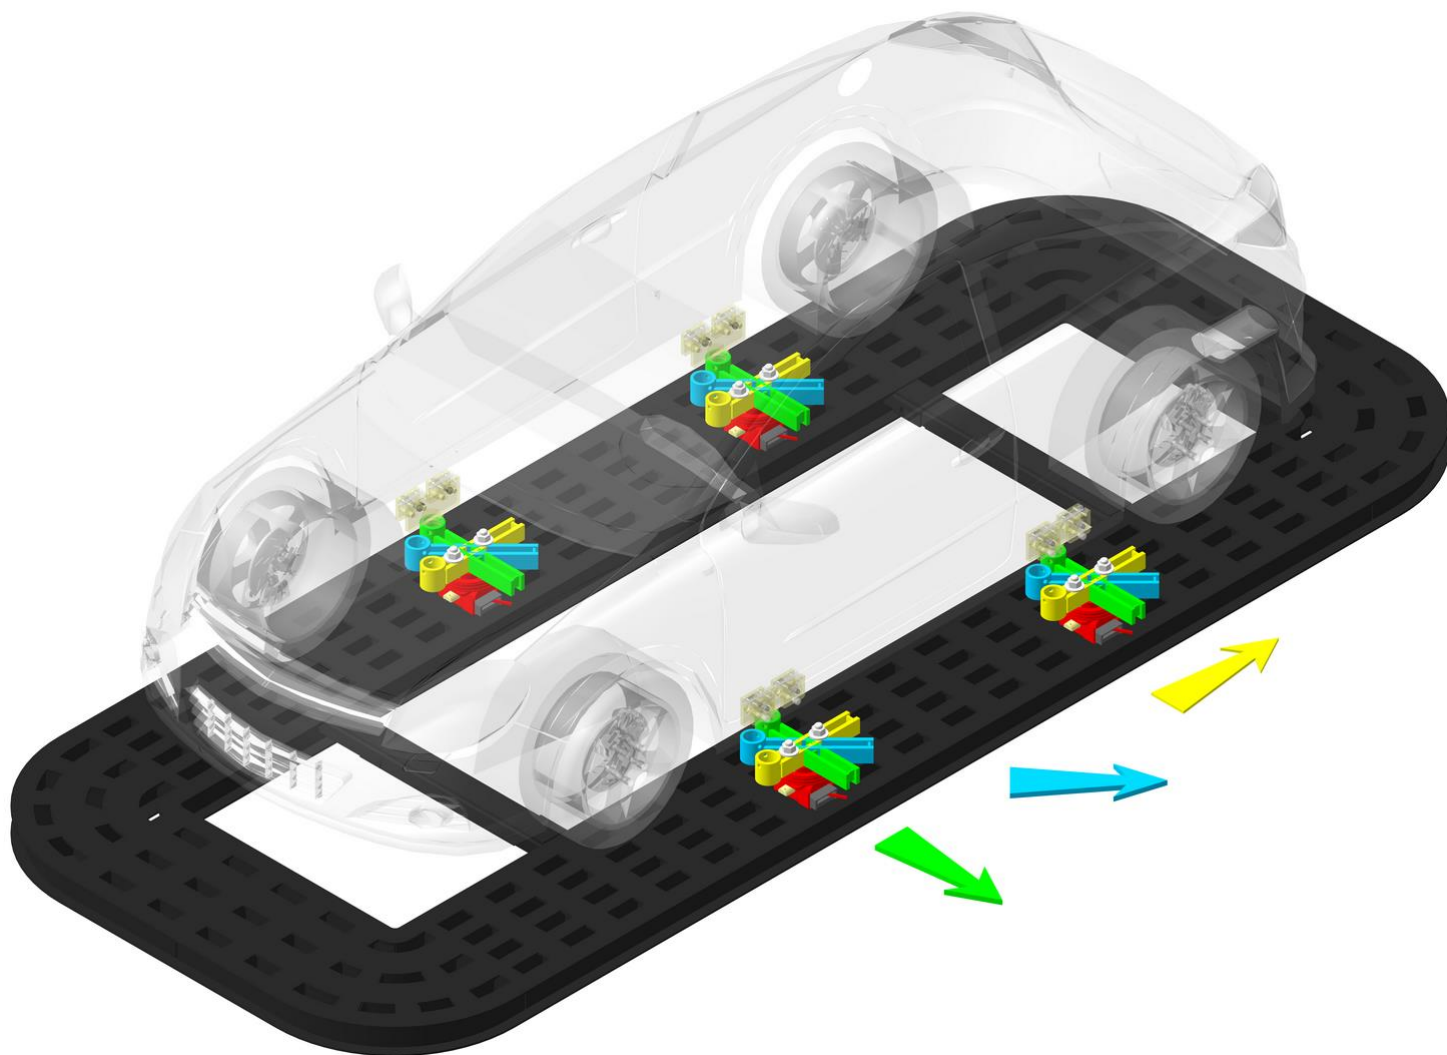

Рисунок 52
- ❖ При необходимости использования в работе максимально жёсткого крепления автомобиля (см. рисунок 52), исключайте установку элементов системы на длинных рычагах и любой возможности перемещения плеча корпуса ОПС по направлению к вектору тяги. Соблюдение этого правила исключит сползание элементов ОПС и обеспечит максимально жёсткое крепление автомобиля.